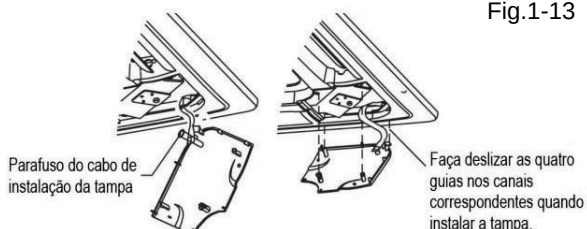

Fig.1-14
- Aperte o fio de instalação no parafuso da tampa de instalação. (Consulte a Fig. 1-14- à esquerda)
- Pressione ligeiramente a tampa de instalação no painel. (Consulte a Fig. 1-14- à direita)